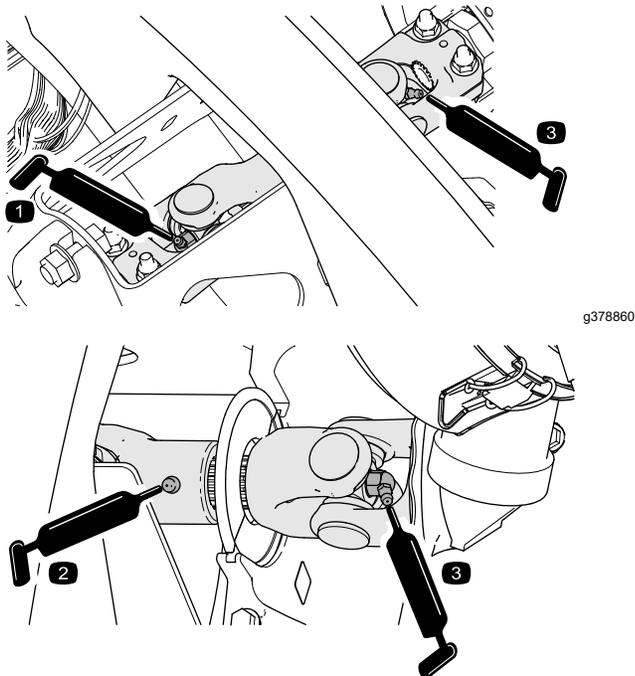

Figura 70
- Junta em U do veio propulsor da bomba (3) (Figura 70)